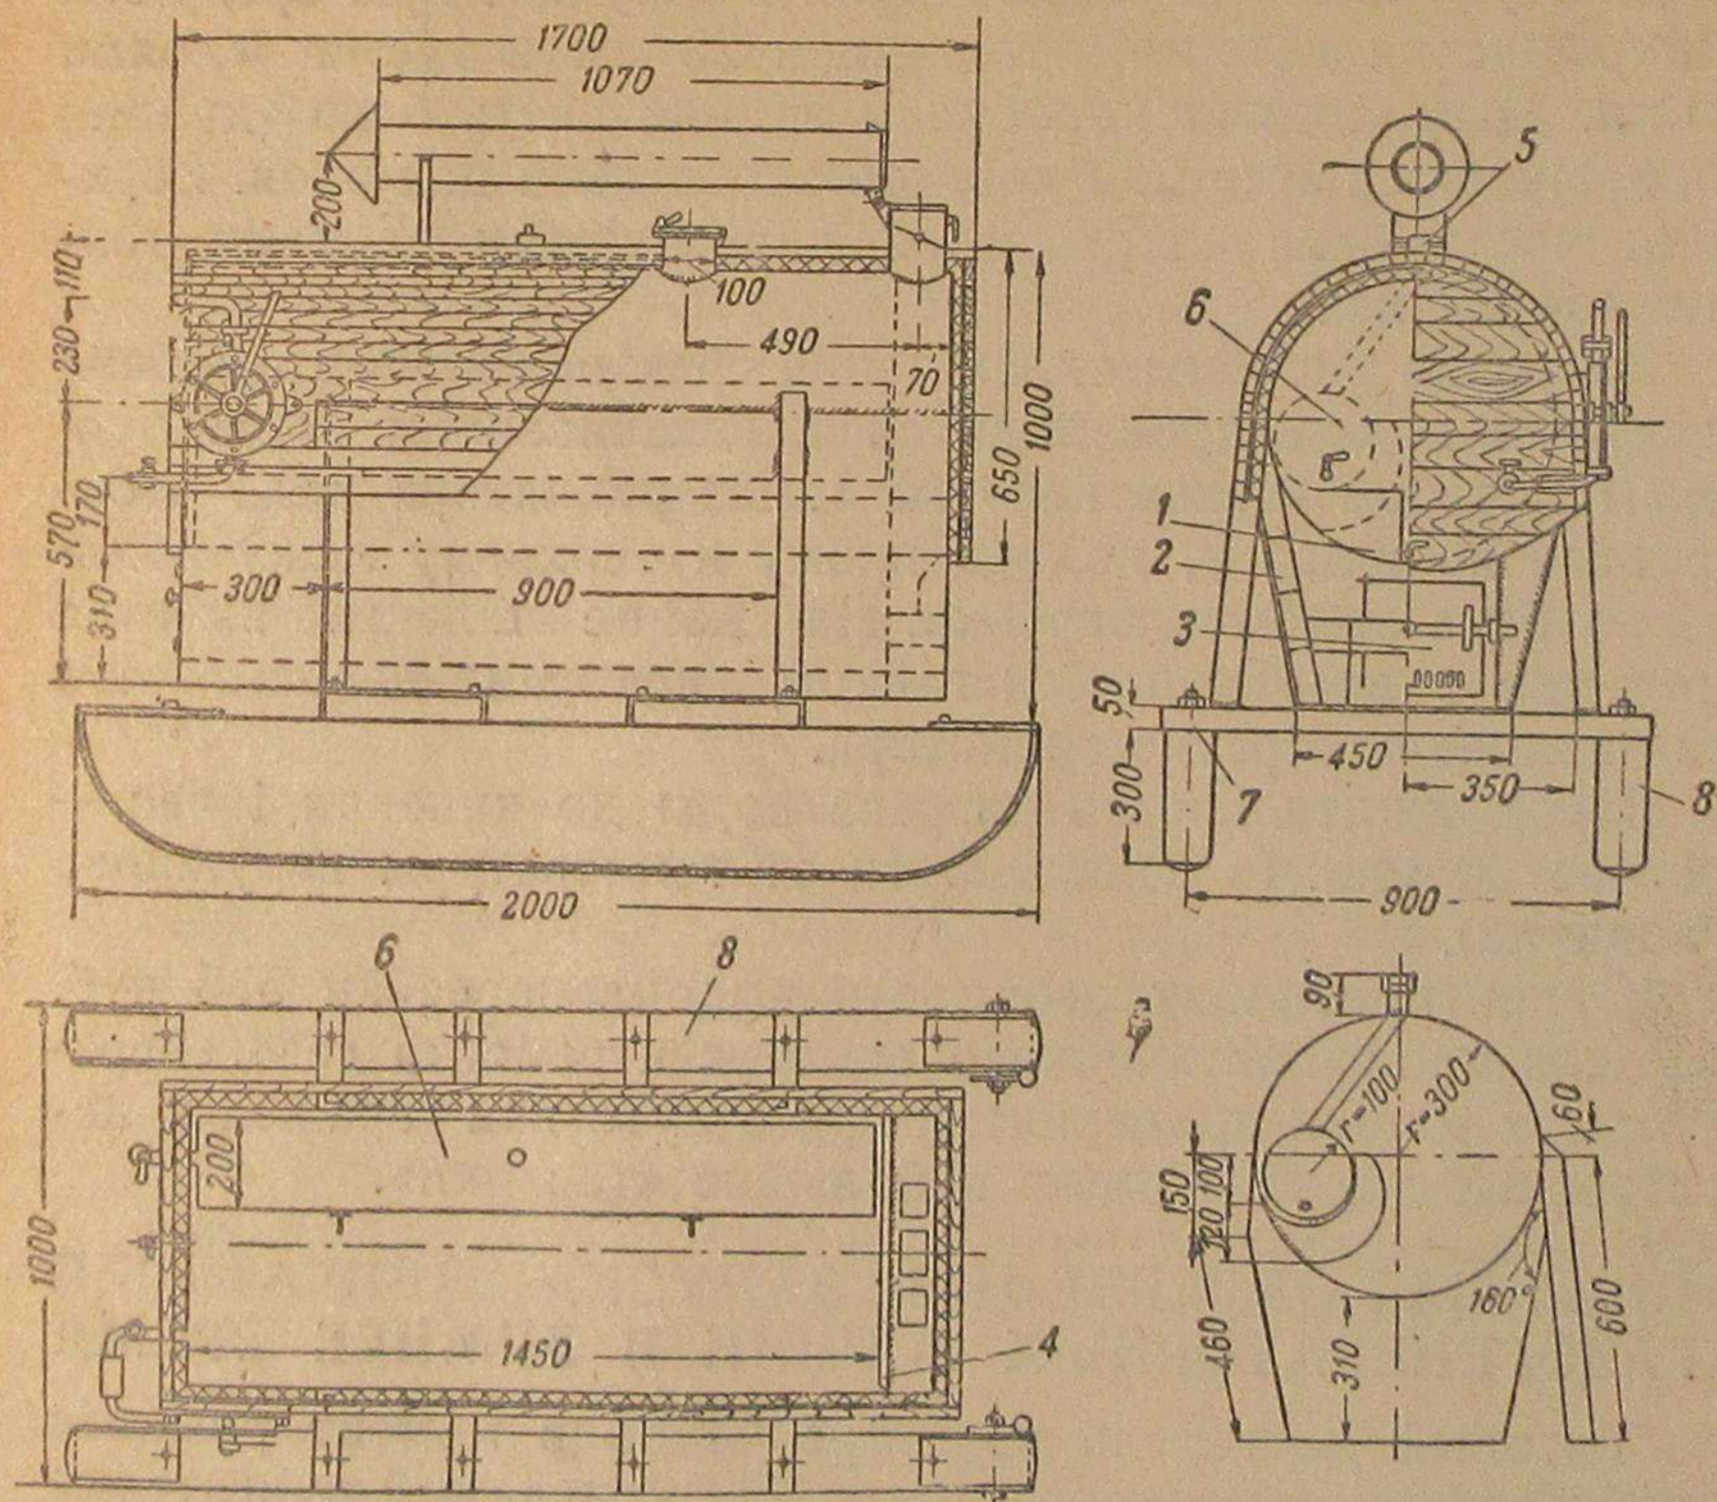

Рис. 1. Водомаслогрейка Факеева
Водомаслогрейка Факеева (рис. 1) состоит из металлического бака (1) емкостью 400 л. К баку приваривается огневая коробка (2) из листовой стали с дверцей (3). Коробка с внутренней стороны должна быть выложена кирпичом. На расстоянии 100 мм от днища бака привари-